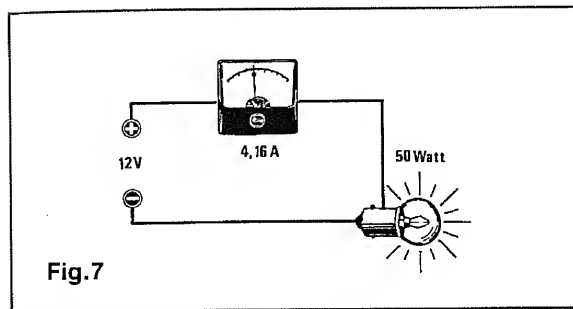

Fig.7
**7 = Calcolare** quanti **Amper** assorbe una lampadina da **50 Watt**, alimentata con una tensione continua di **12 Volt** (vedi fig.7).